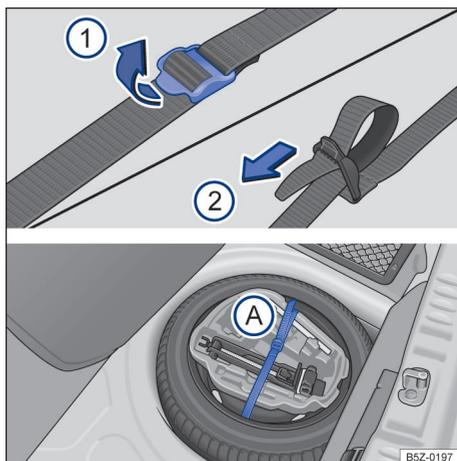

Fig. 118 No compartimento de bagagem: cinta de fixação da caixa de ferramentas e caixa de ferramentas de bordo.
- Para soltar a cinta de fixação → Fig. 118 (A), puxar a fivela no sentido da seta (1).